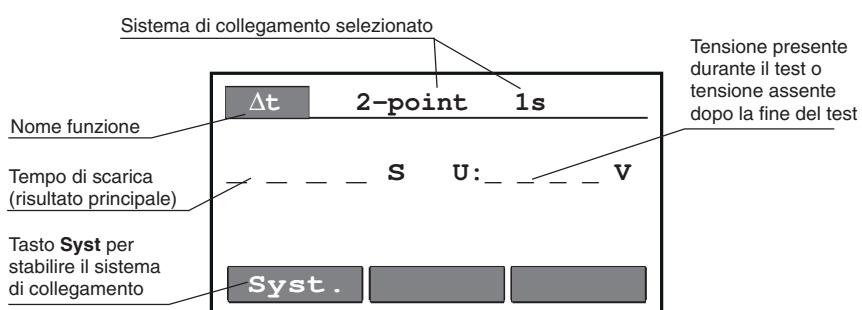

Fig.21. Intestazione di base nella funzione  $\Delta t$
1. Posizionare il commutatore rotativo nella posizione Dt (tempo di scarica); compare l'intestazione secondo la Fig. 21.